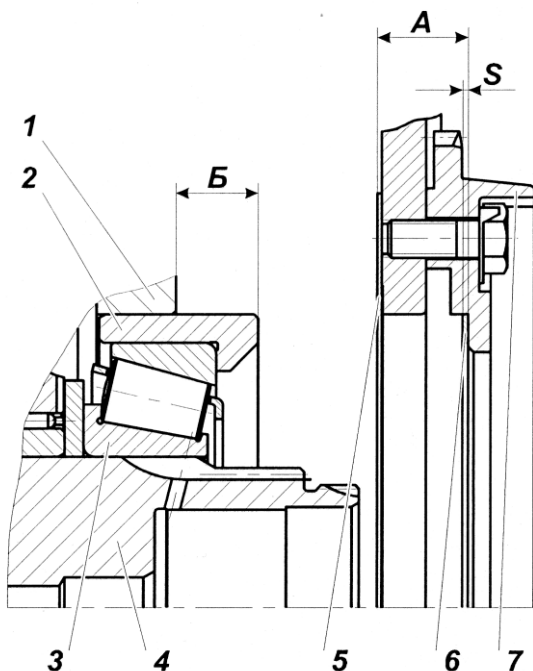

Рис. 114:
3.3. Замерить абсолютные величины размеров А (между торцами зубчатой муфты и уплотнительной прокладки) и В (между торцами картера и гнезда подшипника) рис. 114.